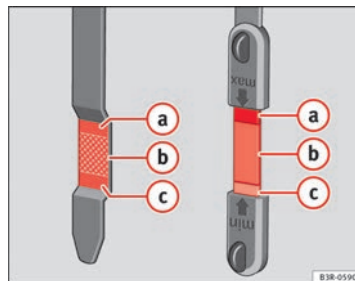

Abb. 177 Markierung am Ölmesstab
- Den Messstab anschließend wieder herausziehen und den Ölstand ablesen → Abb. 177. Füllen Sie gegebenenfalls Motoröl nach → Seite 240.